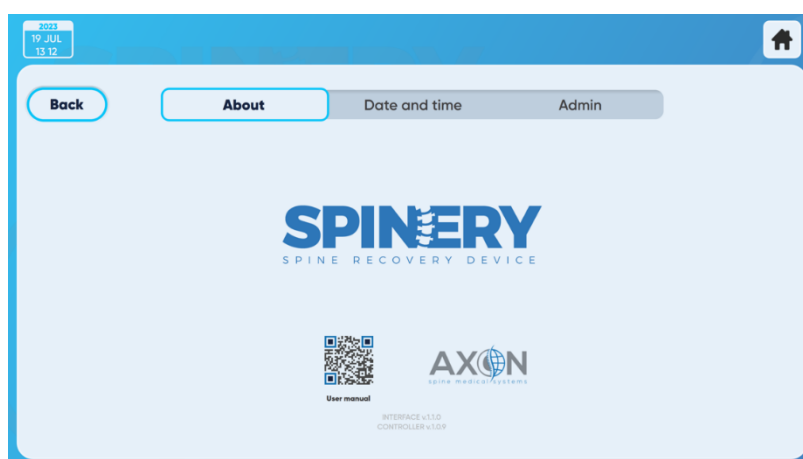

Figura 14 - Schermata di Impostazione
1. Vedere la pagina delle impostazioni "Informazioni" per accedere alle istruzioni per l'uso di SPINERY® RF Generator tramite il codice QR (Figura 14).